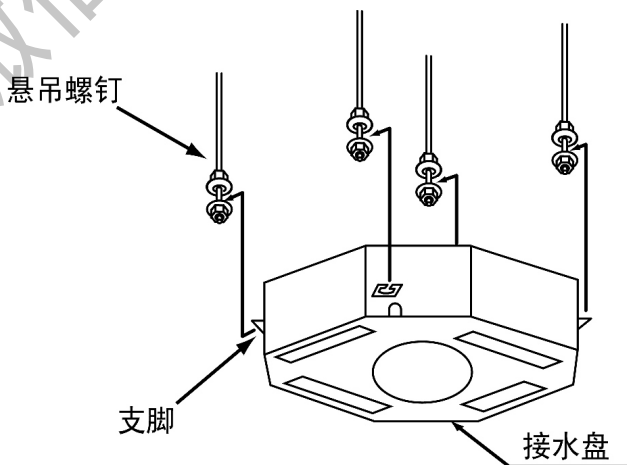

图6.8 室内机安装
(2) 用提升机吊起室内机, 不要施力于接水盘。
(3) 用螺母和固定垫圈固定住室内机 (如图6.8)